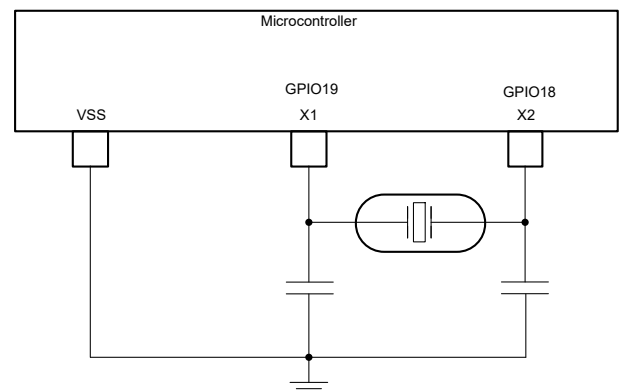

図 6-11. 外部水晶振動子
- 外部水晶振動子。図 6-11 に示すように、X1 と X2 の間に水晶振動子を接続して、さらに負荷コンデンサを VSS に接続する必要があります。